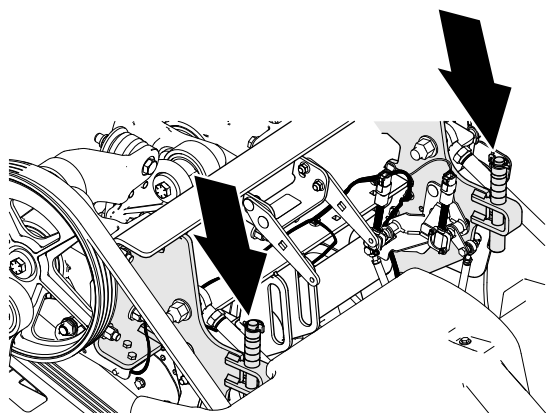
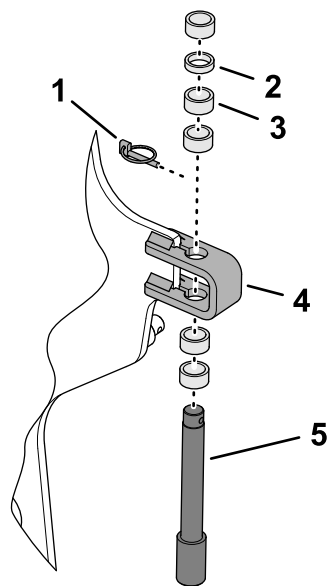

Figura 111
Figura 112
3. Rimuovete la coppiglia ad anello che fissa il perno e i distanziali di arresto della profondità alla staffa di arresto (Figura 111 e Figura 112).